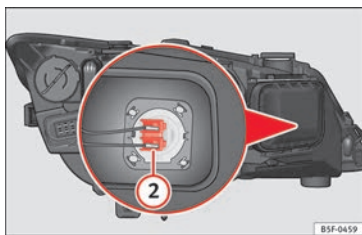

Fig. 108 Lámpara de luz de carretera.
- Presione lateralmente el conector » fig. 108 (2) a la izquierda o derecha y tire.